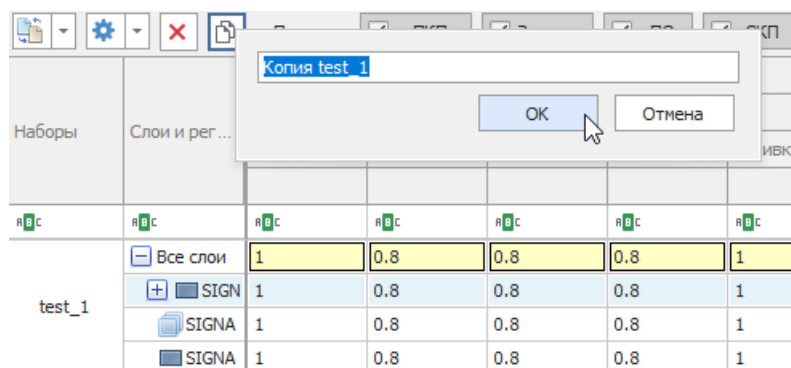

Рис. 60 Ввод имени для копии набора
3. Задайте для набора имя, Рис. 60. Имя должно быть уникальным.